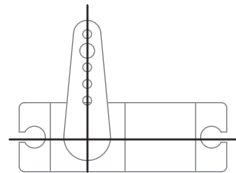

Bild 17
2. Wenn das neue Servo eingeschaltet ist, den Arm einbauen und die Schraube befestigen, achten Sie bitte auf den vertikalen Grad (Bild 17).